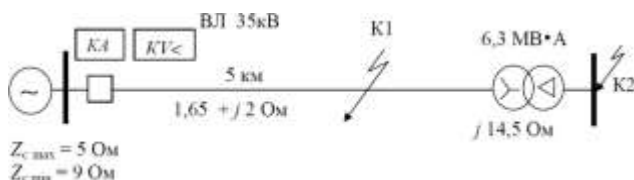

Рисунок 1
**Задание 1.** Необходимо рассчитать защиту линии напряжением 35 кВ, выбрать уставки комбинированной отсечки по току и напряжению на линии, работающей в блоке с трансформатором (рисунок 1). Привести рисунок с исходными данными по варианту (последняя цифра зачетной книжки) с результатами расчета.